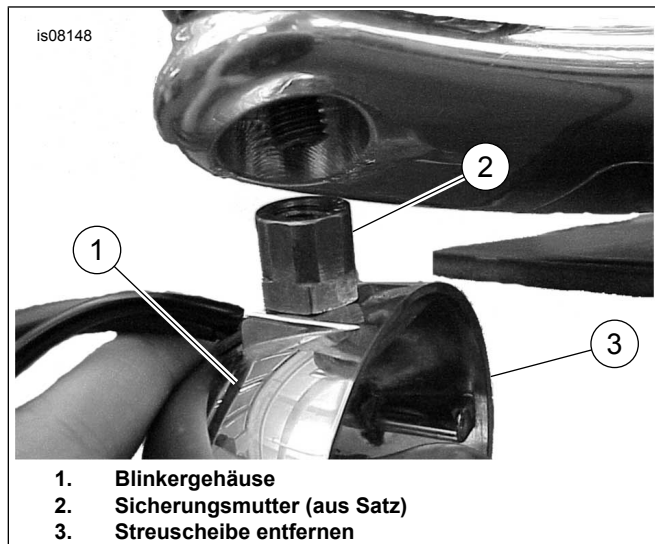

Abbildung 4. Sicherungsmutter aus Satz anbringen
13. Siehe Abbildung 4. Die Sicherungsmutter (Teile-Nr. 68323-01) aus dem Satz am Blinkergehäuse sicher anliegend einbauen. Die Streuscheibe aus dem Blinkergehäuse entfernen.
17. Siehe Abbildung 4. Die Sicherungsmutter (Teile-Nr. 68323-01) aus dem Satz am Blinkergehäuse sicher anliegend einbauen. Die Streuscheibe aus dem Blinkergehäuse entfernen.